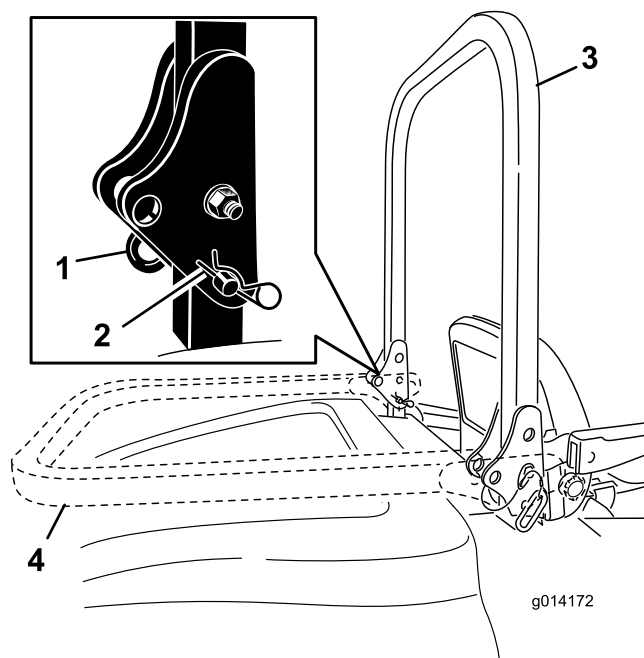

Figure 12
1. Pour abaisser l'arceau de sécurité, retirez les goupilles fendues, poussez l'arceau de sécurité contre les ressorts et retirez les deux goupilles (Figure 12).
2. Descendez l'arceau de sécurité à la position abaissée (Figure 12).
3. Posez les deux axes et fixez-les avec les goupilles fendues (Figure 12).
4. Pour relever l'arceau de sécurité, retirez les goupilles fendues puis les deux axes (Figure 12).
5. Relevez complètement l'arceau de sécurité puis insérez les deux axes et fixez ces derniers avec les goupilles fendues (Figure 12).